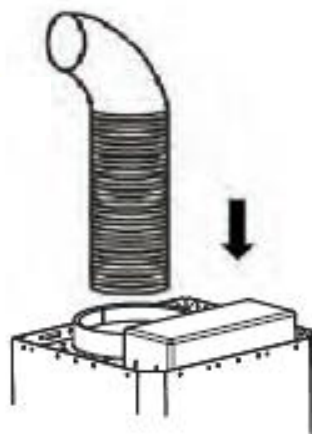

Abb. 3
- Den Abluftschlauch auf den Abluftstutzen montieren (Abb. 3). Abluftschlauch ist im Lieferumfang enthalten.